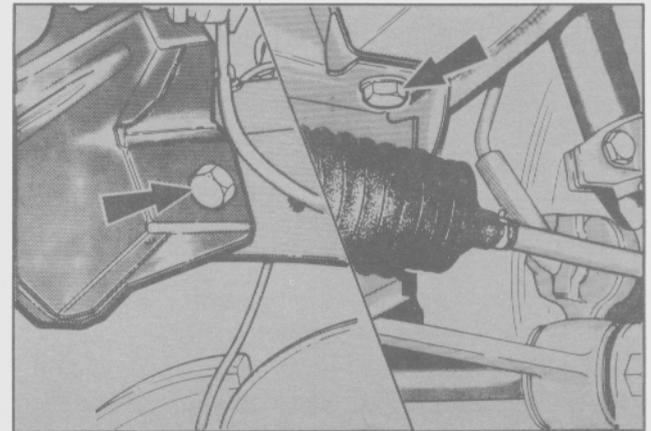

Fig. 3. Tornillos de fijación del travesaño delantero al vehículo.
- Extraer los tornillos de fijación del travesaño al vehículo y retirar el travesaño (Fig. 3).